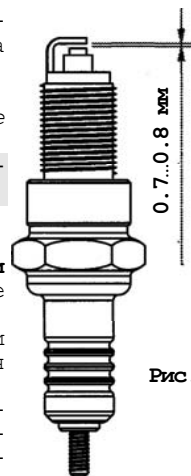

Рис. 12.
9.3.4. Рекомендуется проверить величину межэлектродного зазора, которая должна быть около 0.7...0.8 мм (рис. 12). При существенном отклонении измеренной величины зазора указанным требованиям заменить свечу.